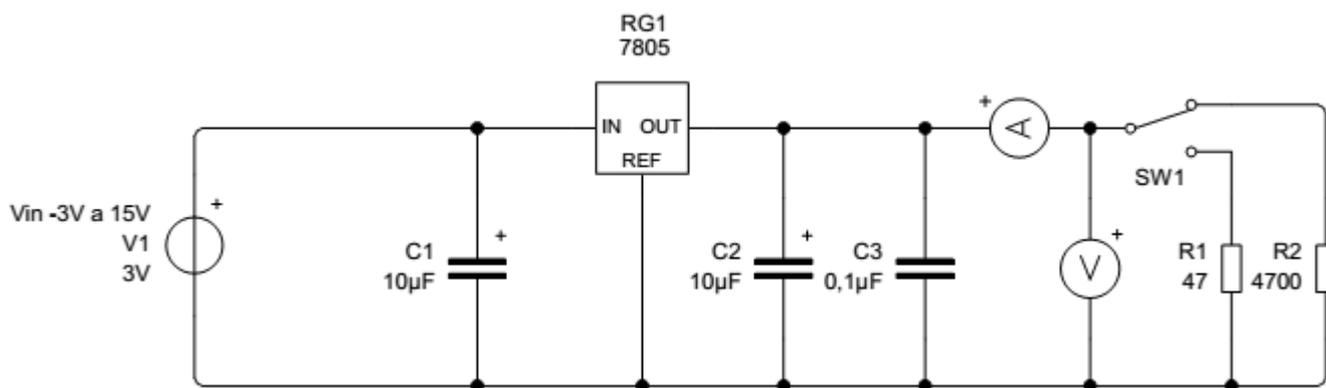

Fig. 3: Circuito de fuente regulada con CI 7805
- Cargar al circuito regulador con un resistor de la serie E12 por el que circule una corriente aproximada de 1mA a tensión nominal y uno por el que circule 100mA. Como se muestra en la Fig. 3.